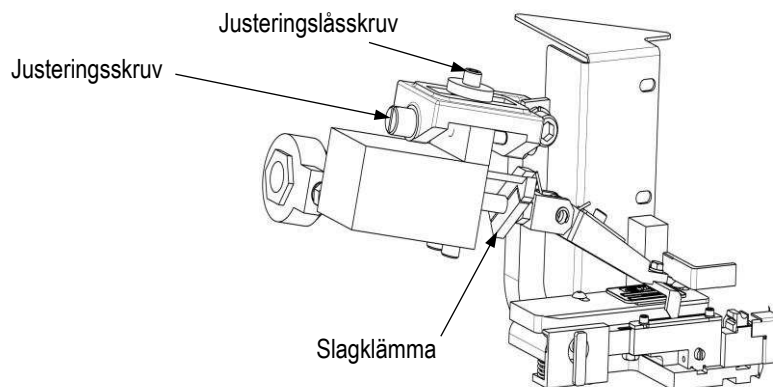

Bild 9
8. Vrid justeringslåsskruven för att göra en justering (se bild 9).
11. Om matarfingerslaget är felaktigt, lossa slagklämman (se bild 9) och flytta klämman närmare luftcylindern för mindre slag och längre bort från cylindern för mer slag.